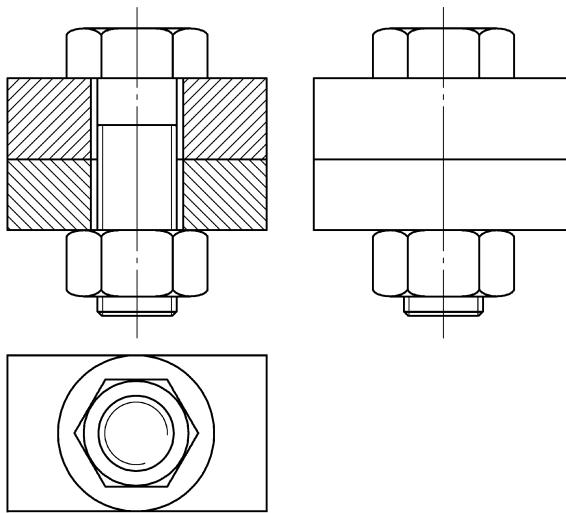

图 6-18 螺栓装配图
1. 绘制如图 6-18 所示的螺栓装配图，注意剖面线的角度。